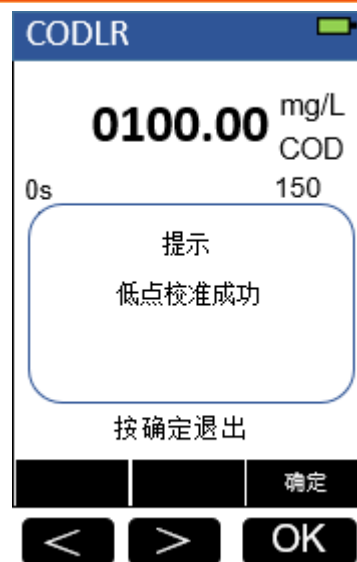

图 20: 低点校准成功
3. 根据向左向上按钮调整输入的低点样品数据，按“校准”按钮。需要注意的是，为了达到最佳效果，建议标准溶液的浓度大于方法的最低浓度（可支持的比色方法列表）。只有当输入的浓度值在指定范围内时，才会出现校准成功的画面，如图 20 所示。按“确认”键，返回所选方法界面。